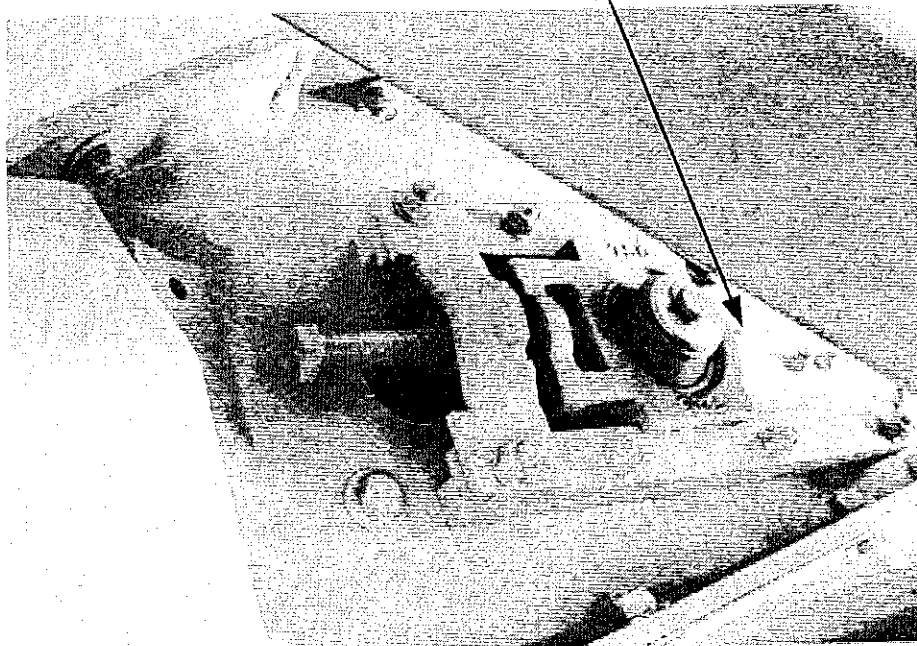

Fig. 8-5
- 5) Ingrassaggio cuscinetto rullo folle del nastro alimentazione fig. 8-5 Part. 5 q.tà 2